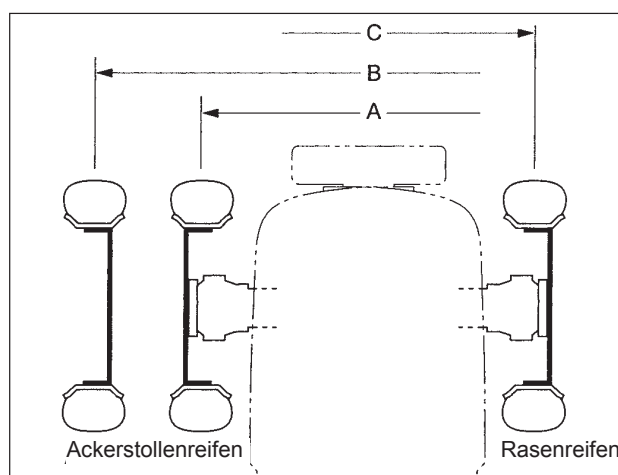

ABB. 154
**ABB. 154:** Die Spurweite kann wie nachfolgend beschrieben nach Bedarf variiert werden. Gemessen wird die Spurweite möglichst nah am Boden von Reifenmitte bis Reifenmitte.